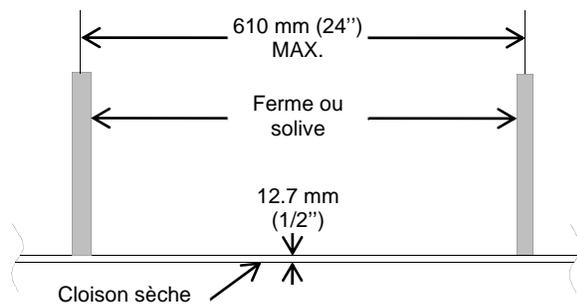

Figure 1
- Vous devez avoir un maximum de 610 mm / 24 pouces entre chaque rempart du plafond (voir la Figure 1).